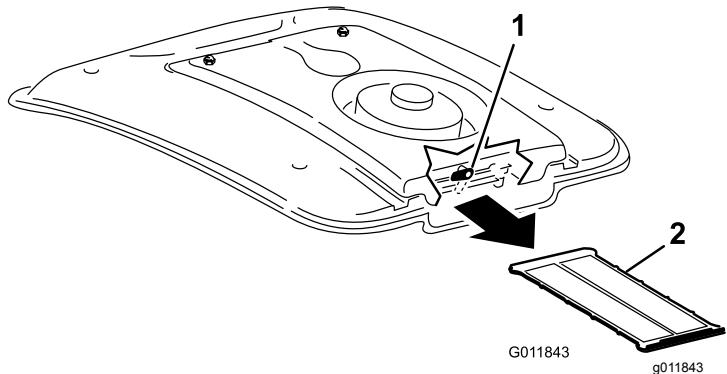

Figura 115
- En la parte trasera del soporte del ventilador, gire el cierre a un lado (Figura 115).
- Retire el filtro del aire acondicionado de debajo del serpentín del aire acondicionado (Figura 115).
- Limpie la rejilla a fondo con aire comprimido (Figura 115).